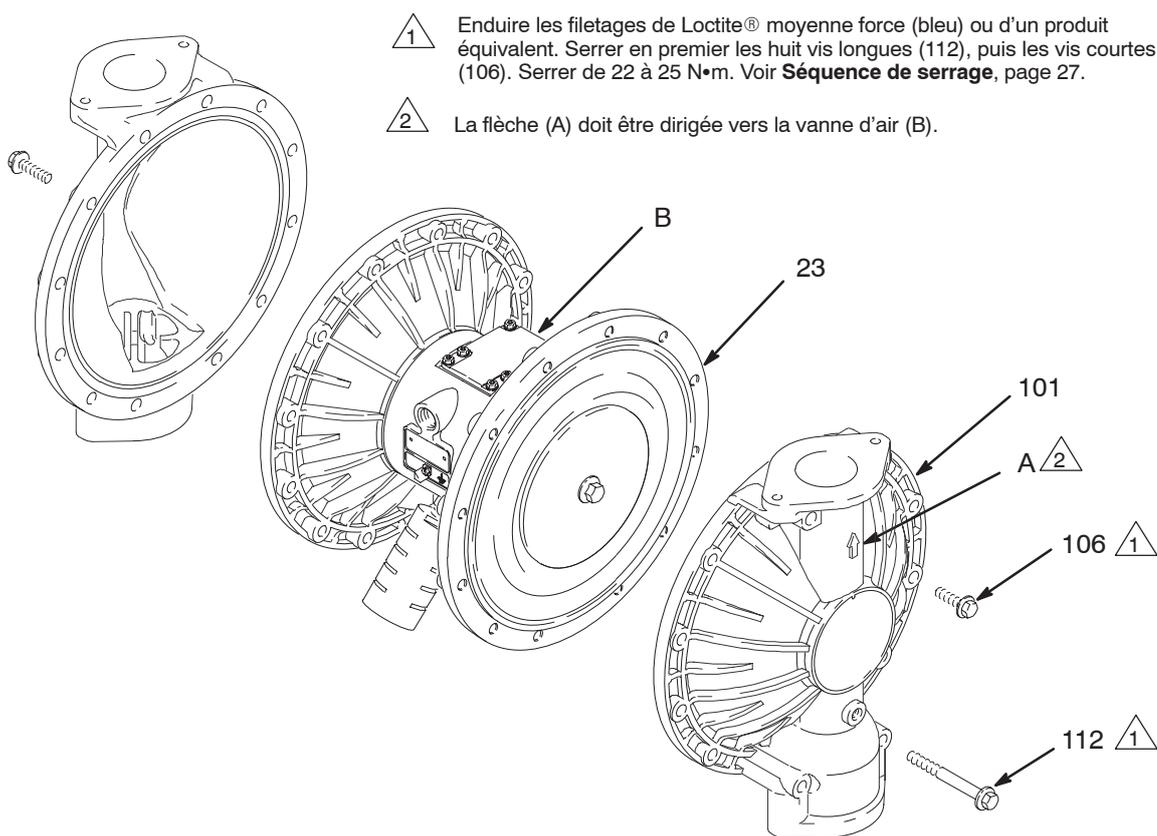

Fig. 11
3. A l'aide de clés à douille de 10 et 13 mm, retirer les vis (106 et 112) maintenant les capots du circuit produit (101) aux capots du circuit pneumatique (23). Retirer les capots du circuit produit (101) de la pompe. Voir Fig. 11.
- f. *Pour les modèles en PTFE uniquement*, placer la membrane en PTFE (403\*). S'assurer que la face marquée CÔTÉ AIR est tournée vers le corps central (1).
- g. Placer la membrane (401\*) sur le boulon. S'assurer que la face marquée AIR SIDE est tournée vers le corps central (1).
- h. Placer la plaque de la membrane côté air (104) de sorte que la face creuse soit tournée vers la membrane (401).
- i. Enduire le filetage du boulon (107) de Loctite® moyenne force (bleu) ou d'un produit équivalent. Visser le boulon dans l'arbre (24) et serrer à la main.
3. Graisser l'arbre de la membrane (24) sur la longueur et aux extrémités, puis le glisser dans le corps (1).
5. Maintenir un des boulons (107) de l'arbre avec une clé et serrer l'autre à un couple de 27 à 34 N•m à 100 tr/mn maximum.
6. Aligner les carters produit (101) avec le corps central (1) de sorte que les flèches (A) sur les carters soient dirigées dans le même sens que le distributeur pneumatique (B). Serrer solidement les capots avec les vis (106 et 112). Placer les vis plus longues (112) dans les trous pratiqués en haut et en bas des carters produit. Voir Fig. 11.
7. Serrer d'abord les vis les plus longues (112) en diagonale et de manière égale au couple de 22 à 25 N•m à l'aide d'une clé à douille de 13 mm. Visser ensuite les vis plus courtes (106) avec une clé à douille de 10 mm. Voir **Séquence de serrage**, page 27.